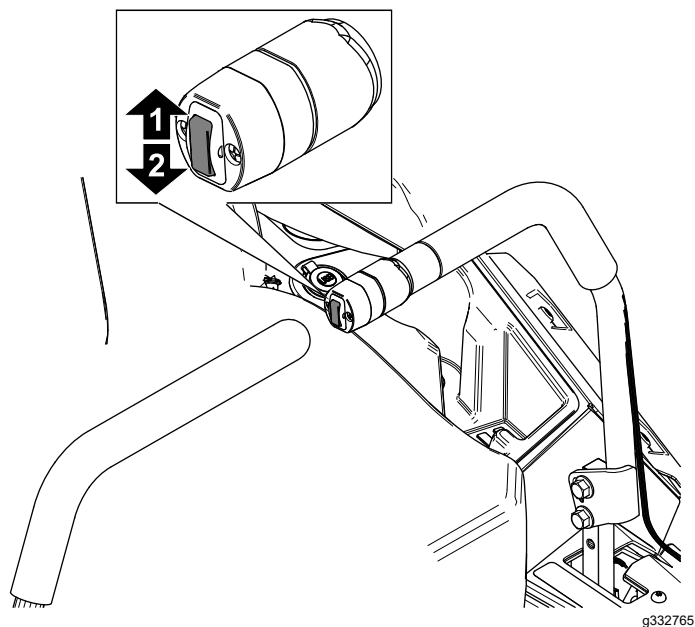

Figura 28
1. Empurre para cima o interruptor de elevação da plataforma (Figura 28) até que a plataforma esteja totalmente levantada.
1. Empurre para cima o interruptor de elevação da plataforma (Figura 28).